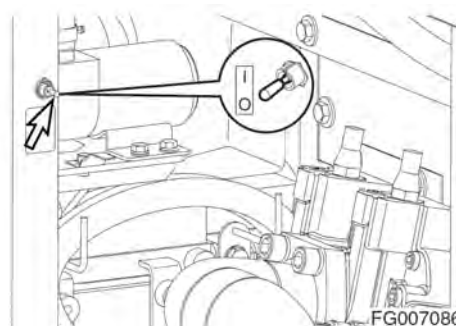

Рис. 147
3. Повернуть переключатель топливного насоса (рис. 147) внутрь корпуса батареи с передней стороны во включенное положение "I".